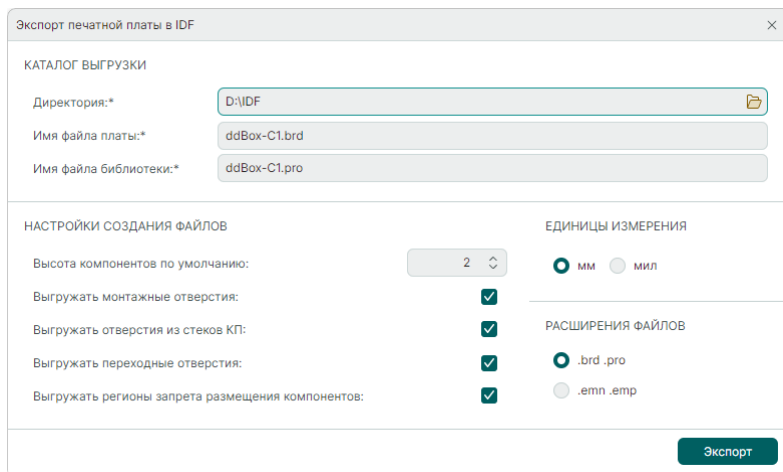

Рис. 87 Настройка параметров экспорта
- В окне «Экспорт печатной платы в IDF» задайте параметры для экспорта, см. Рис. 87: